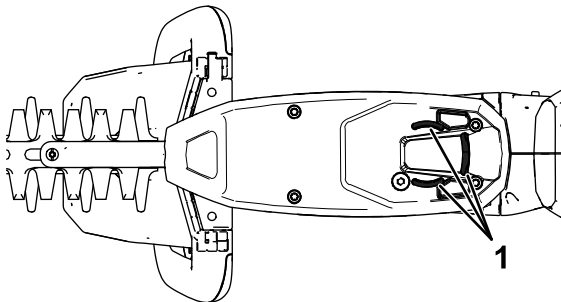

Figura 5
2. Asigurați-vă că în orificiile de ventilație ale mainii de tuns gard viu nu există praf și reziduuri (Figura 5).